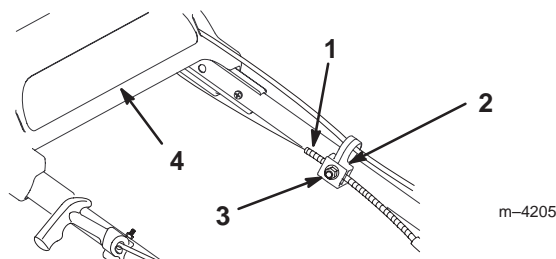

Figure 24
2. Desserrer l'écrou du support de câble (Fig. 24).
4. Repousser le mancheron supérieur vers l'arrière aussi loin que possible, maintenir toujours le support de traction enfoncé et tirer la gaine de câble vers le bas (vers la tondeuse) jusqu'à ce qu'il n'y ait plus de mou dans le câble (Fig. 24).
5. Resserrer l'écrou du support de câble (Fig. 24).